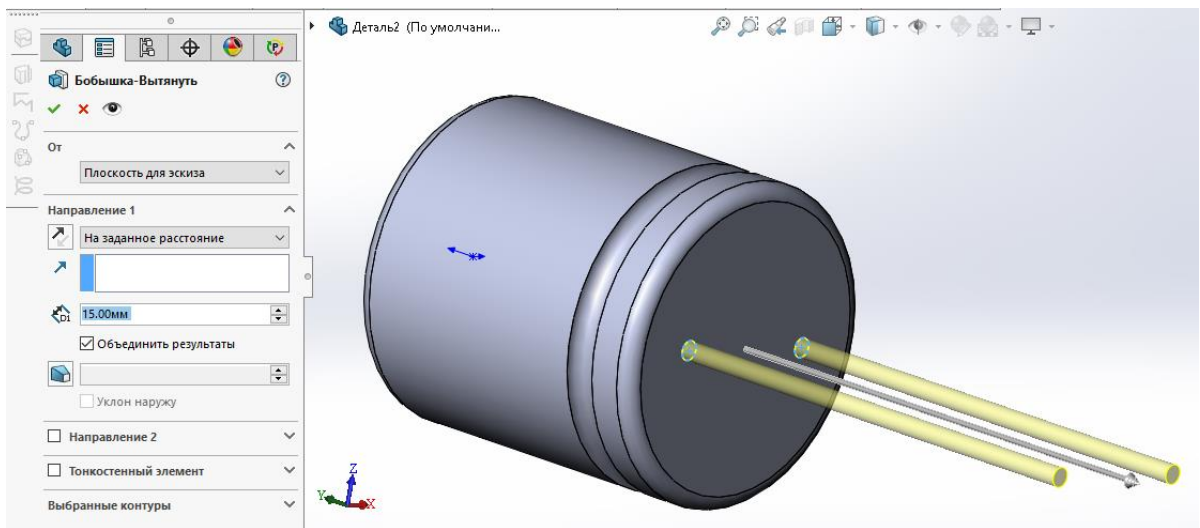

Рисунок 8 – вытягивание контактов
11. Выделить созданный эскиз в дереве моделей. Выбрать операцию «Вытянутая бобышка». Вытянуть контакты на 15 мм (рис. 8).